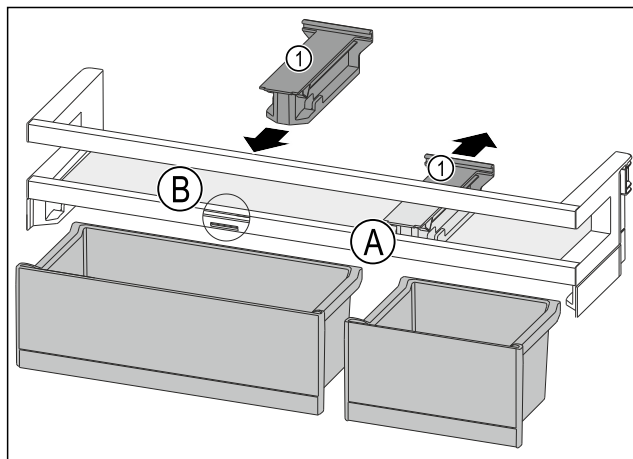

Fig. 224
- Træk holdesektionen Fig. 224 (1) tilbage i position Fig. 224 (A).
- Indsæt holdesektionen Fig. 224 (1) i position Fig. 224 (B).